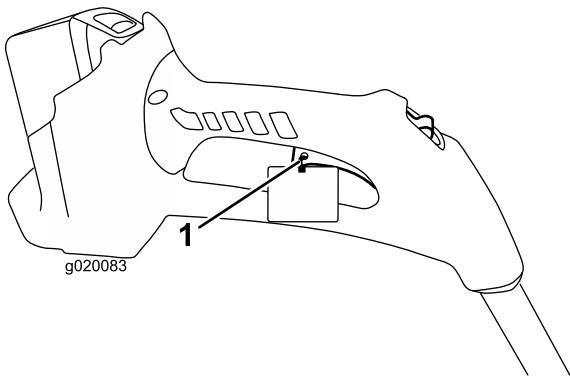

Figure 3
2. Coupez le serre-câble et enlevez-la de la poignée d'actionnement (Figure 3).